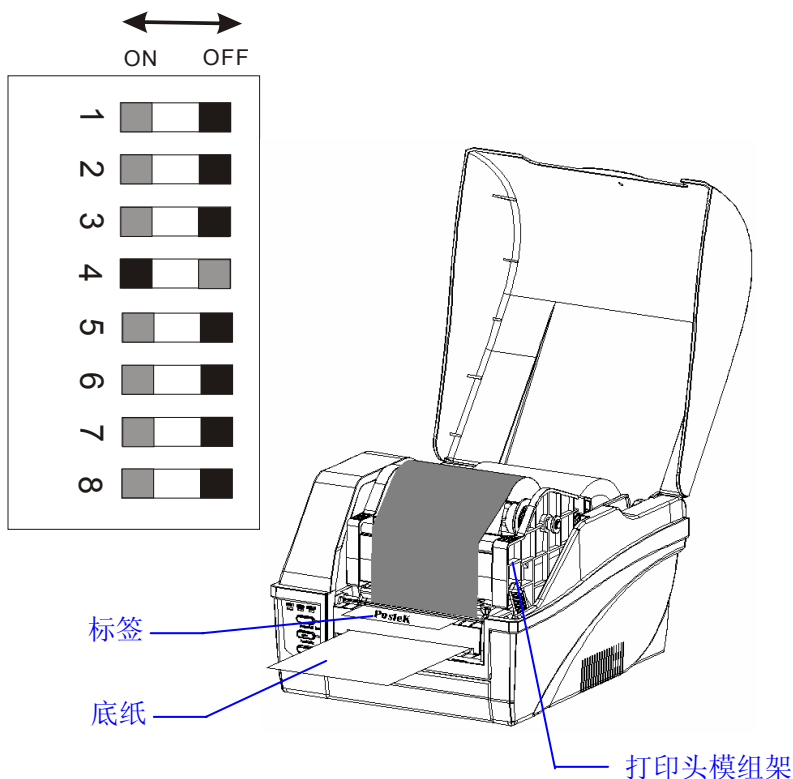

图 6-5
4. 安装好碳带，然后将剥纸器旋转到“旋开”状态，并按图示路径将标签安装好，再将“打印头模组架”压下，然后用适当的力拉紧“底纸”（确保“底纸”处于绷紧状态），同时将剥纸器旋转到“关闭”状态，剥纸器安装完成。如图 6-5、6-6
3. 对切刀进行复位(即: 长按“Cancel”键约 4 秒钟, 待“READY”、“MEDIA”和“RIBBON”3 个指示灯同时闪烁后, 松开按键, 并再次按下(短按)“Cancel”键, 就完成了切刀复位)。(图 6-5)